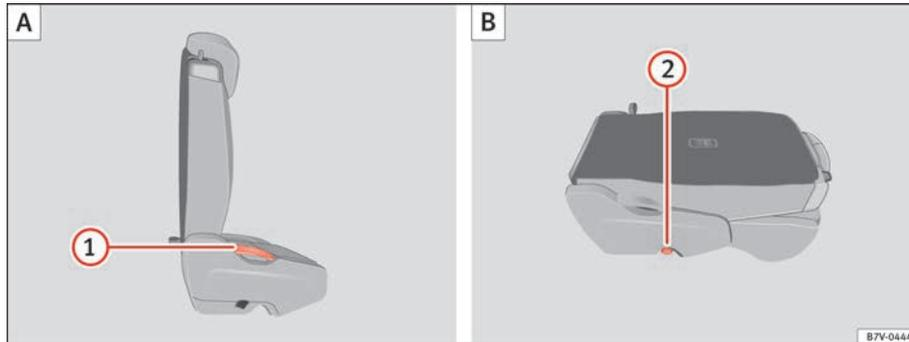
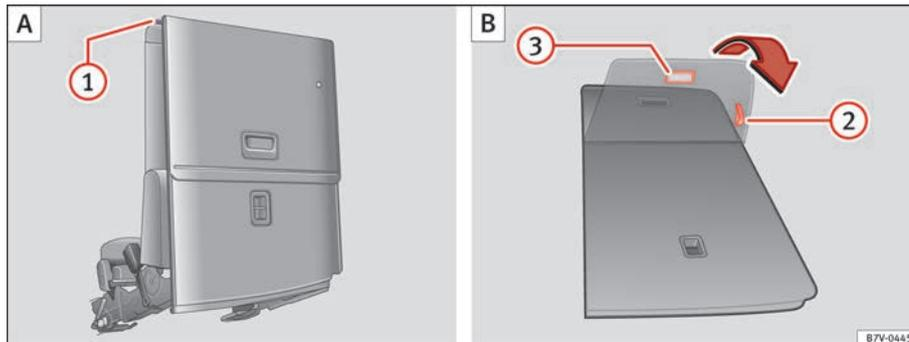

Abb. 89 Zweite Sitzreihe: Rücksitz vorklappen (A), Rücksitz in Ladebodenposition (B).
Abb. 90 Dritte Sitzreihe: Rücksitz in Ladebodenposition klappen (A) und zurückklappen (B).
- Gegenstände aus dem Fußraum vor und hinter dem Rücksitz entfernen ⇒ ①.
- Hebel ⇒ Abb. 89 ① nach oben ziehen und Rücksitzlehne nach vorn klappen. Der komplette Rücksitz klappt nach vorn ⇒ ⚠.
- Die nach vorn geklappte Rücksitzlehne herunterdrücken, bis die Rücksitzlehne in der Ladebodenposition eingerastet ist ②.
- Gegebenenfalls Hebel ⇒ Abb. 90 ② ziehen, um den Rücksitz in Längsrichtung in die gewünschte Position zu verschieben.
- Hebel ⇒ Abb. 89 ① nach oben ziehen und Rücksitzlehne nach oben in die aufrechte Position klappen. Der komplette Rücksitz klappt nach hinten.
- Schlaufe ⇒ Abb. 90 ② ziehen, um die Sitzabdeckung zurückzuklappen.
- Griff ③ ziehen. Der komplette Rücksitz klappt nach hinten.